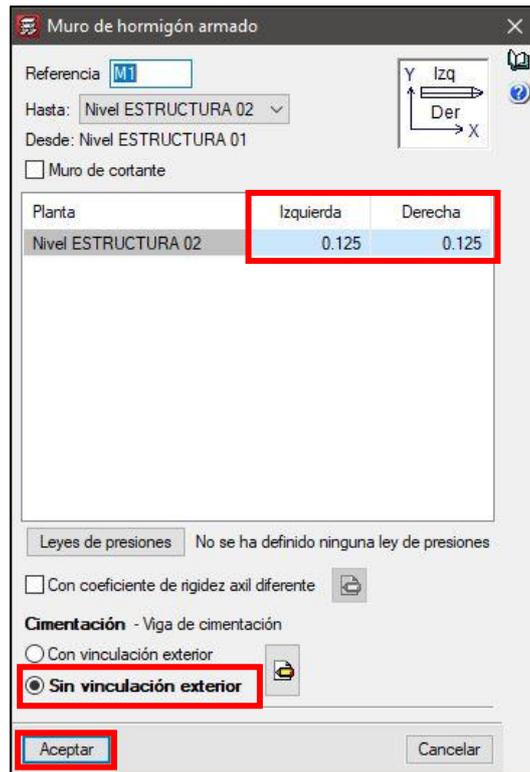
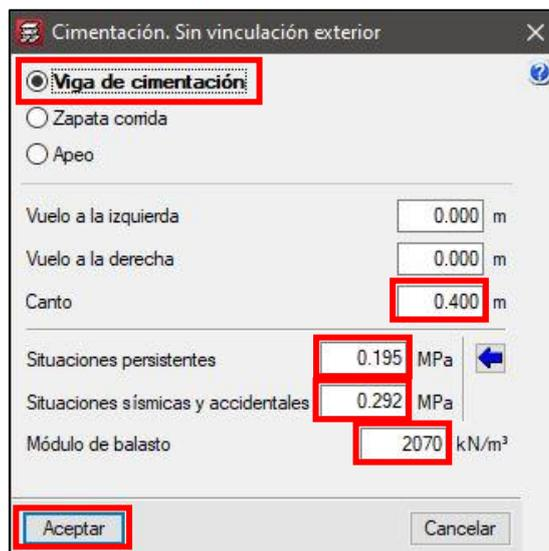

Imagen 4.5. Recorte de pantalla, Ventana Muro de hormigón armado
Imagen 4.6. Recorte de pantalla, Ventana Cimentación. Sin vinculación exterior
- Marcar la opción “Sin vinculación exterior” ya que el muro arranca en una losa de cimentación, cuando marquemos esta opción se abra una nueva ventana llamada “Cimentación. Sin vinculación exterior”. Ver **Imagen 4.5**. En esta ventana debemos de marcar la opción “Viga de cimentación”, rellenar el campo “Canto” con el espesor de la losa que hemos predimensionado previamente, en este caso sera 0'4 metros, introducir los valores de tensiones admisibles del terreno según el estudio geotécnico (En situaciones persistentes: 0'195 MPa y en situaciones sísmicas y accidentales: 0'292 MPa) e introducir el coeficiente de balasto para la losa: 0'207 KN/m³ que hemos calculado anteriormente. Ver **Imagen 4.6**.